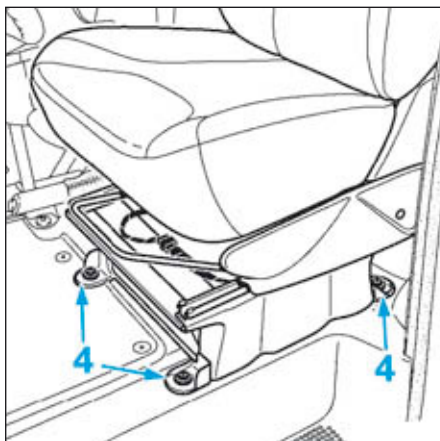

FIG.7
- déposer les vis (4) du siège (Fig.7).